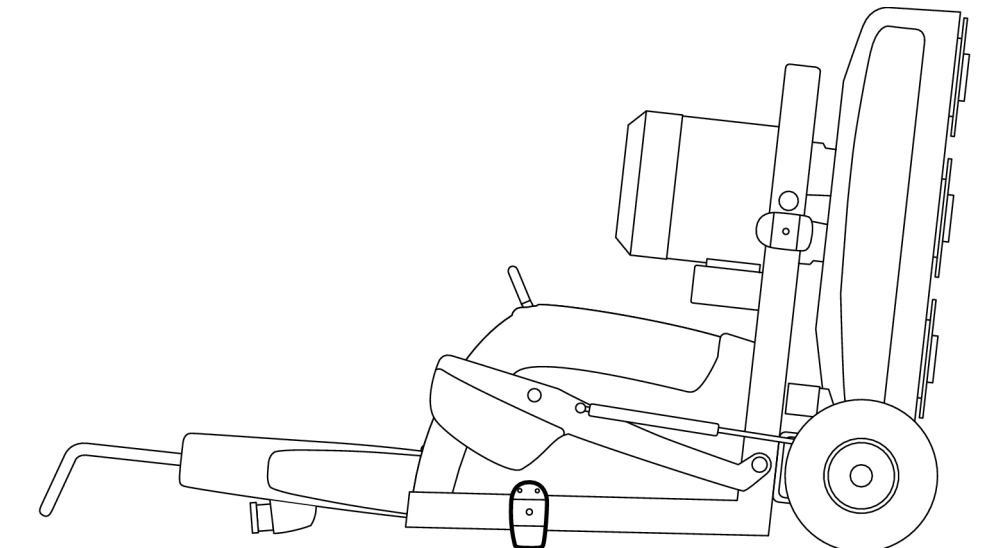

Figure 4-9. Verrou de poids au sol
4. Basculez la machine davantage en arrière jusqu'à ce qu'elle touche le sol, voir Figure 4-9, page 22.